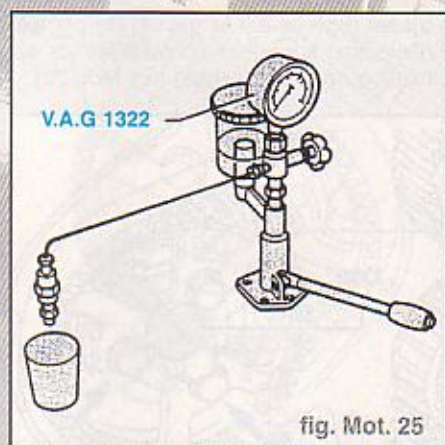

fig. Mot. 25
- Brancher l'injecteur sur le contrôleur d'injecteurs (fig. Mot. 25).